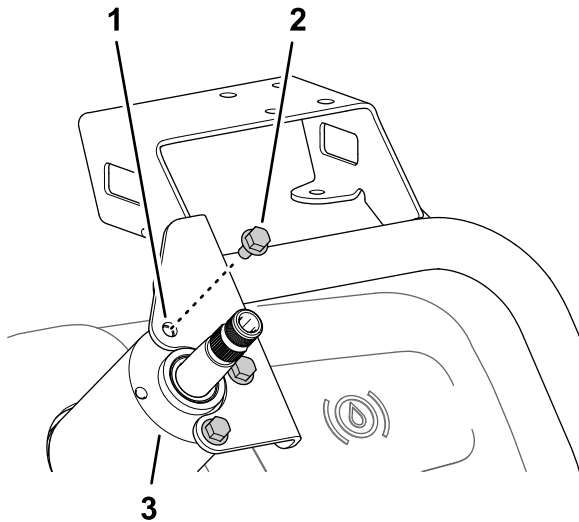

Bild 163
- Montieren Sie die Monitorbefestigung mit den drei Bundkopfschrauben (6 mm x 12 mm) am Gehäuse des Lenkventils (Bild 163).